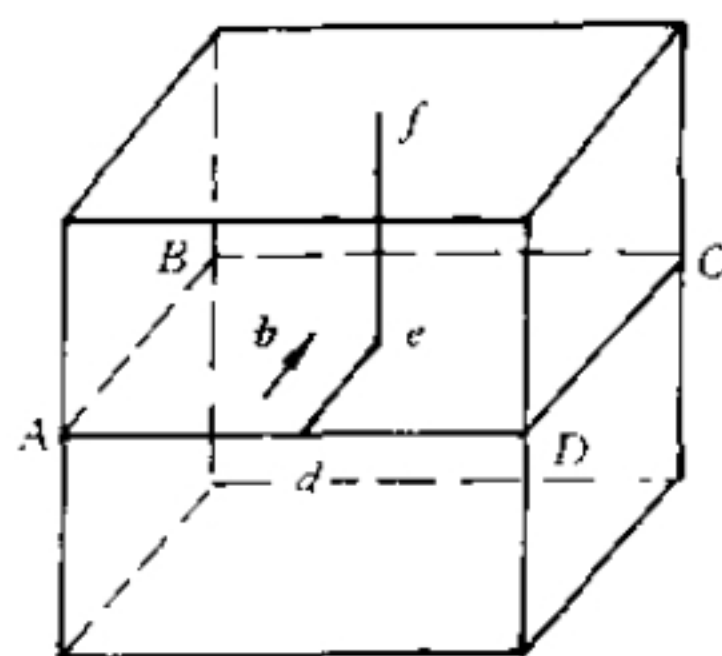

图 1-20 ABCD 滑移面上的位错线
1.2.17 设图 1-20 所示立方晶体中的滑移面  $ABCD$  平行于晶体的上、下底面。晶体中有一条位错线  $fed$ ,  $\overline{de}$  段在滑移面上并平行  $AB$ ,  $\overline{ef}$  段与滑移面垂直。位错的柏氏矢量  $\mathbf{b}$  与  $\overline{de}$  平行而与  $\overline{ef}$  垂直。